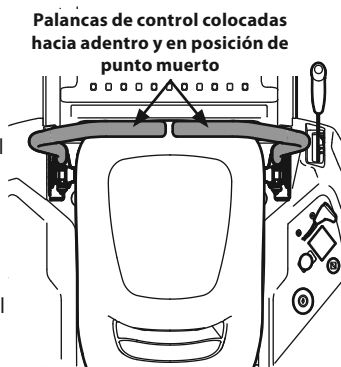

Figura 18
2. Mueva las palancas de control de transmisión de barras de seguridad del lado derecho y del lado izquierdo hacia adentro, en punto muerto, lo cual desactiva también el freno de mano. Consulte la Figura 18: